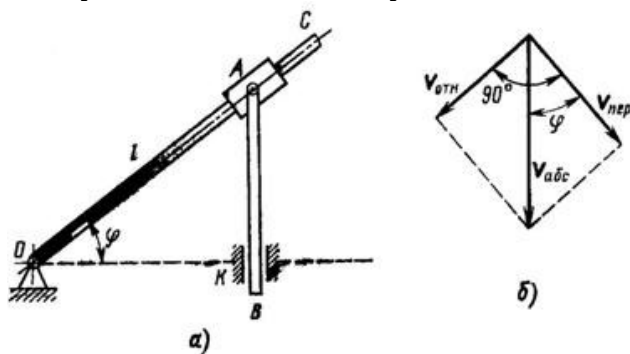

Рисунок 18
1. В кулисном механизме (рис. 18, а) кулиса ОС качается вокруг оси О, перпендикулярной плоскости чертежа. Ползун А перемещается вдоль кривошипа и приводит в возвратно-поступательное движение стержень АВ, который перемещается в вертикальных направляющих К. Определить скорость движения ползуна относительно кулисы ОС, если $OK = l$, а угловая скорость кривошипа ω .